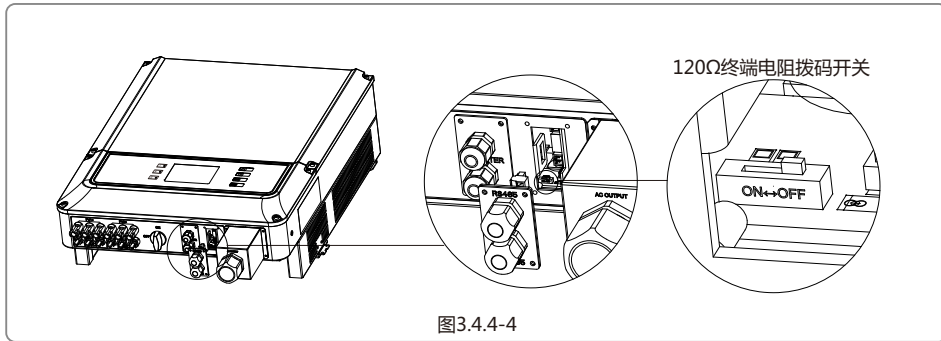

图3.4.4-4
(3) 120Ω终端电阻拨码开关选择方式（仅DT系列）
- 单台逆变器通信时，需要将RJ45口旁边的120Ω终端电阻拨码开关拨至ON状态（默认为OFF），通信线的屏蔽层单点接地。如图3.4.4-4。
- 如果是多台逆变器，需要将所有逆变器通过RS485通信线以菊花链形式实现连接。菊花链最末端的设备，需要将逆变器RJ45口旁边的120Ω终端电阻拨码开关拨至ON（默认为OFF），通信线的屏蔽层单点接地，如图3.4.4-6。
(4) RS485通信连接方式